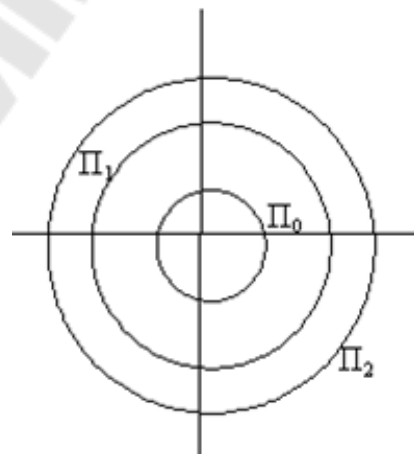

Рис. 35
18. Поверхности уровня в поле силы тяжести представляются концентрическими сферами (рис. 35).